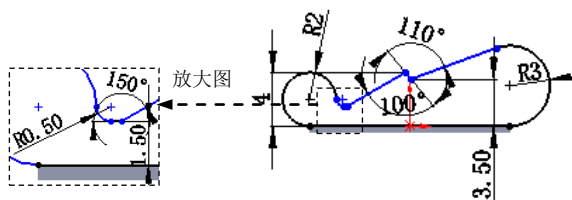

图 16.3.6 边线—法兰 1 草图
(3) 定义法兰参数。
① 定义法兰角度值。在 **角度(G)** 区域的 **A** 文本框中输入角度值 90.0。
② 定义长度类型和长度值。在“边线法兰”对话框 **法兰长度(L)** 区域的  下拉列表中选择 **给定深度** 选项，在  文本框中输入深度值 3.0。
③ 定义法兰位置。在 **法兰位置(N)** 区域中，单击“材料在内”按钮 。
(4) 单击  按钮，完成边线—法兰 1 的初步创建。
(5) 编辑边线—法兰 1 的草图。在设计树的  **边线—法兰1** 上右击，在弹出的快捷菜单中单击“编辑草图”按钮 ，系统进入草图环境。绘制图 16.3.6 所示的草图。退出草图环境，此时系统完成边线—法兰 1 的创建。